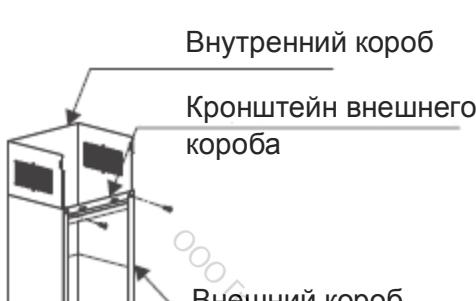

Рис. 5.
6. Установите кронштейн внешнего короба на свое место при помощи двух винтов ST4\*8 мм. Внутренний короб должен свободно двигаться по вертикали. См. рис. 5.